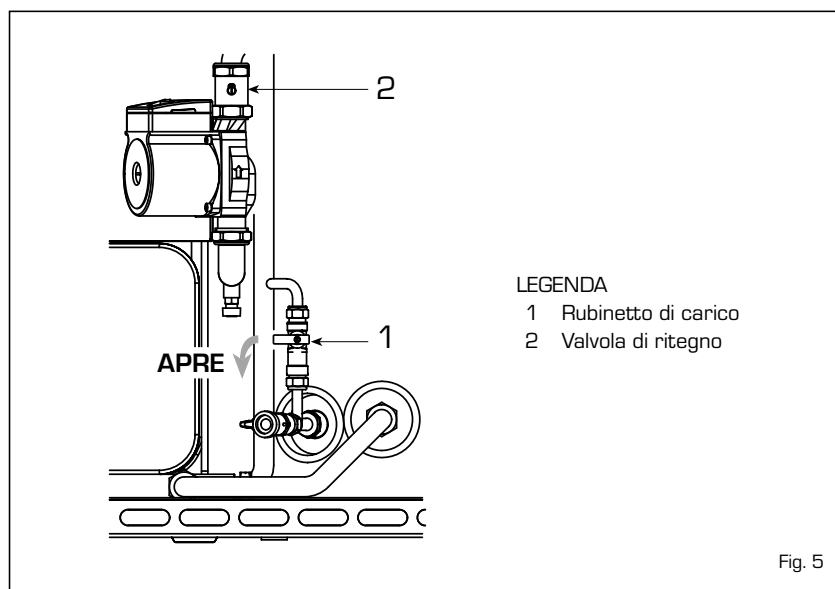

Fig. 5
2.5 RIEMPIMENTO IMPIANTO (fig. 5)